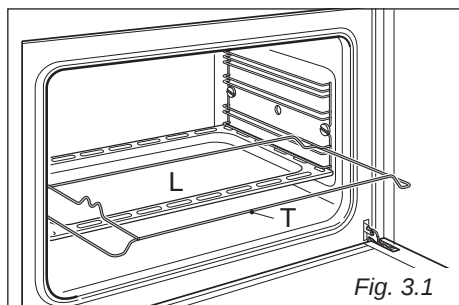

Fig. 3.1
- Colocar o tabuleiro “L” no nível mais baixo do forno e inserir o suporte do espeto “T” no nível intermédio dos suportes laterais (fig. 3.1).